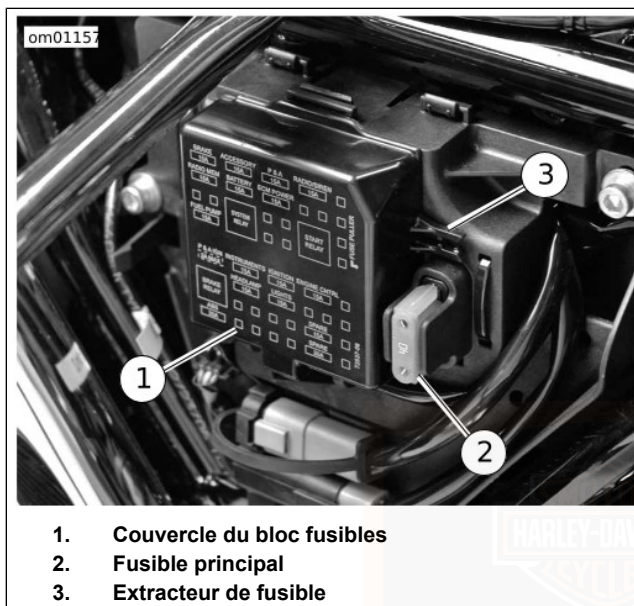

Figure 75. Couverture latérale gauche déposée : modèles Touring
Voir Figure 75. La dépose des couvercles latéraux pendant l'entretien électrique ne nécessite pas d'outil. Tirer délicatement le couvercle latéral pour le retirer. Aligner les goujons cannelés sur le couvercle latéral avec les œilletons du cadre et pousser pour installer.
3. Voir Figure 75. Appuyer sur le loquet en bas du couvercle du bloc de fusibles et pivoter le bas du couvercle vers l'extérieur. Enlever le couvercle.